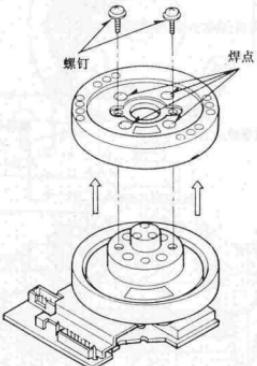
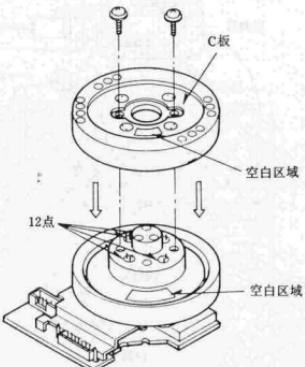
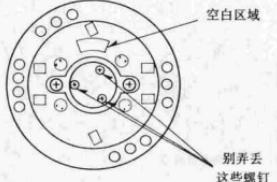

图63
图64
图65
③焊下鼓驱动集成电路的18个脚，取下集成电路；
④换上新的集成电路（注意各脚的位置）；
⑤焊好集成电路的18个脚；
⑥将鼓驱动电路板安装在鼓电机上。
- 步骤：①如图63所示，旋出两个螺钉；
②熔化8个焊点（用吸焊管可容易地熔化焊点）；
③向上拉出上部磁鼓；
④按拆卸时相反的步骤重新安装上部磁鼓。
注意：①安装时要十分小心C板上的空白区域。如图64所示，上部磁鼓的空白区域要对准底部磁鼓的空白区域；
- ②如上部磁鼓装反了，播放磁带时将无颜色出现；
③切勿弄丢了如图65所示的3个小螺钉，否则主轴电机将损坏甚至不可修复。